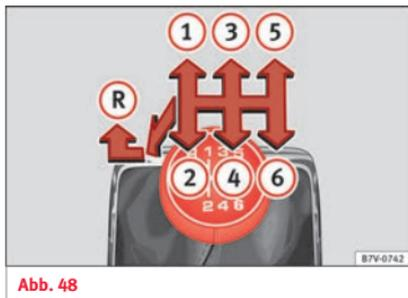

Abb. 48
Auf dem Schalthebel sind die Positionen der einzelnen Fahrgänge dargestellt » **Abb. 48.**
• Schalthebel auf Leerlauf stellen und nach unten drücken, ganz nach links und dann nach vorne schieben, um den Rückwärtsgang » **Abb. 48** einzulegen.